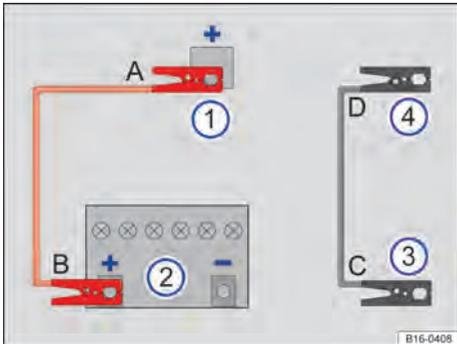

Fig. 29 Esquema para a conexão dos cabos auxiliares de partida.
Legenda para Fig. 29:
Conectar o cabo auxiliar de partida somente na sequência A - B - C - D → Fig. 29.
- Conectar a outra extremidade do cabo auxiliar de partida *vermelho* ao polo positivo (+) da bateria do veículo 12 V fornecedora de corrente → Fig. 29  → .
- Conectar uma extremidade do cabo auxiliar de partida *preto* → Fig. 29 , de preferência, num ponto de auxílio à partida (ponto de aterramento) (-), ou então, numa peça metálica maciça firmemente aparafusada com o bloco do motor ou no próprio bloco do motor.
metal parafusada firmemente com o bloco do motor ou ao próprio bloco do motor → Fig. 29
- Desconectar o cabo auxiliar de partida somente na sequência **D – C – B – A** → Fig. 29.